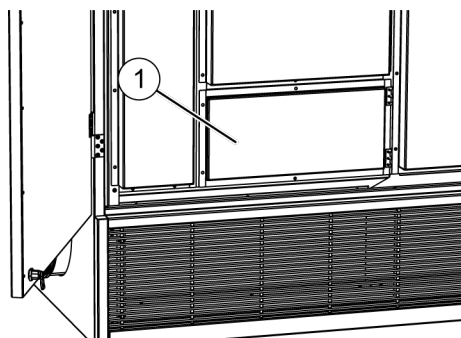

Abb. 104: Deckel schließen
6. ➔ Deckel (Abb. 104/1) schließen und mit den 6 Befestigungsschrauben festschrauben.